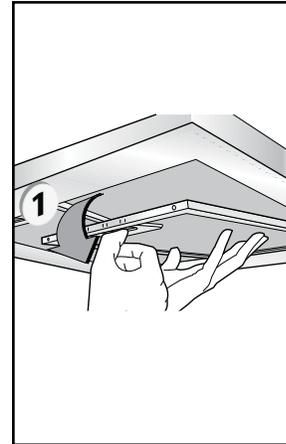

Fig.1C
- Retirez les filtres antigrasse (fig. 1C).
- Cette hotte doit être installée à une hauteur minimale de 26 po (66 cm) de la surface de cuisson des cuisinières électriques ou à une distance minimale de 30 po (76 cm) des cuisinières à gaz ou combinées. Si vous utilisez la connexion de conduit en deux parties, la partie supérieure doit être placée à l'extérieur de la partie inférieure. Ne raccordez pas le conduit d'évacuation de la cuisinière au conduit utilisé pour évacuer l'air chaud ou les vapeurs d'autres appareils s'il ne s'agit pas d'appareils électriques. Avant de procéder au montage, retirez le(s) filtre(s) antigraisse (fig. 1C) afin de faciliter la manipulation de la hotte.